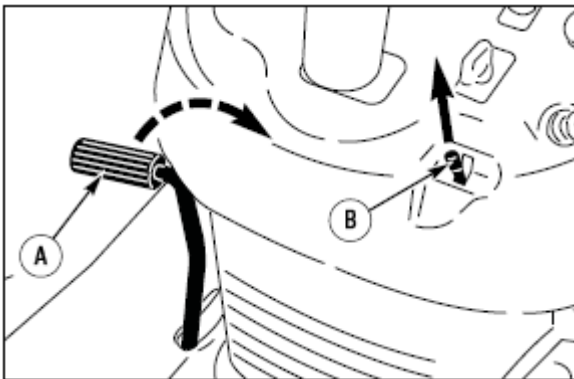

Рис. 14:
2. Поднимите рычаг стояночного тормоза (рис. 14).